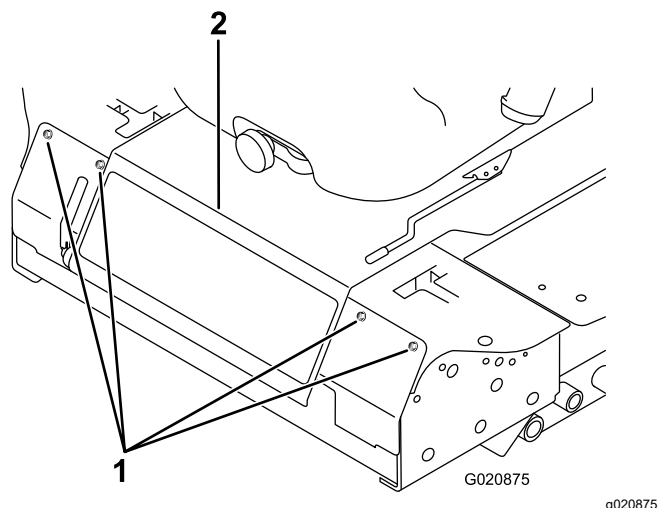

Figura 81
2. Afloje los pernos del panel delantero y retire el panel (Figura 81).